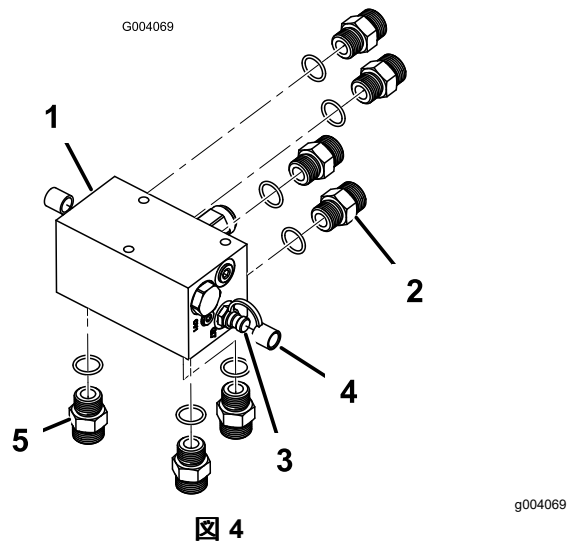

図 4
1. マニホールドの後部にストレートフィッティング4個を取り付ける図 4。
2. 診断用フィッティングダストキャップを付け、向い合せに2個を取り付ける図 4。
3. マニホールドの底部にストレートフィッティング3個を取り付ける図 4。